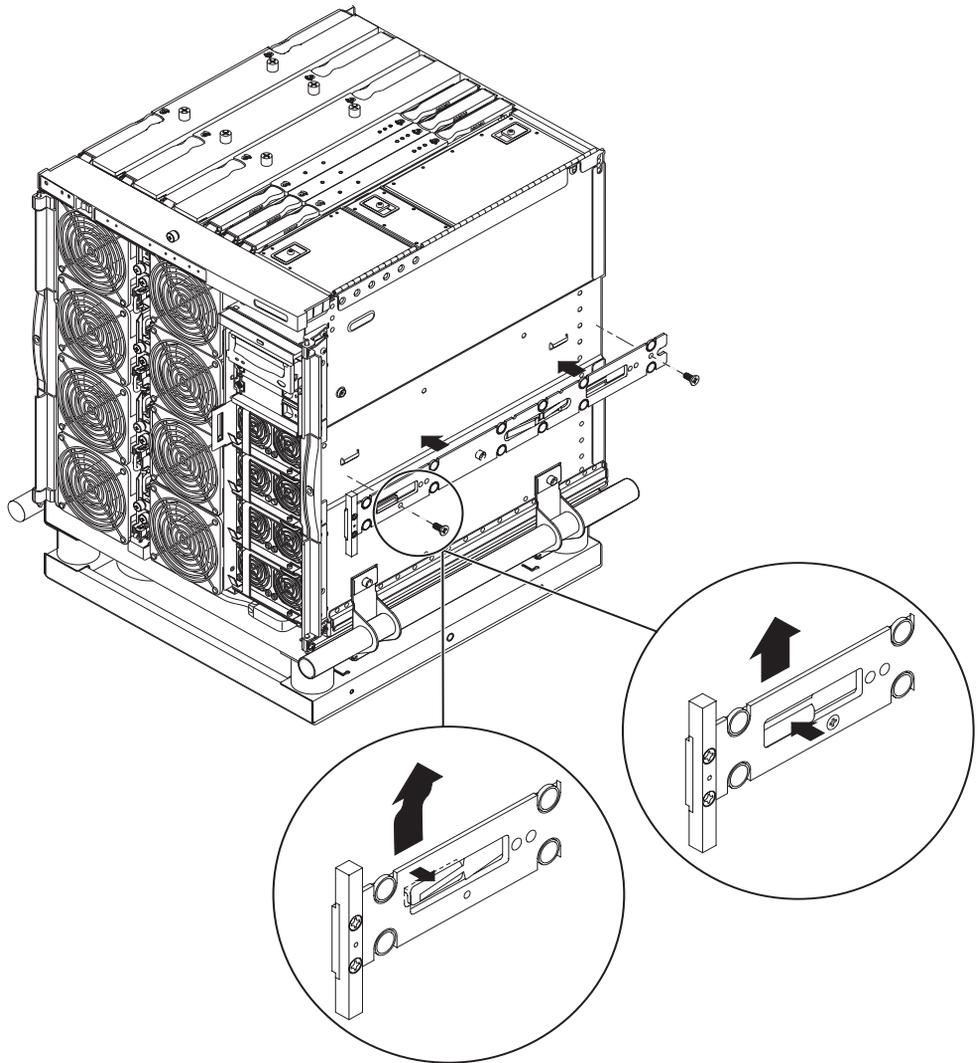

ABBILDUNG 1-3 Federhalterungen und Aussparungen
2. Drücken Sie die innere Schiene nach oben, sodass die Halterungen an der Seite des Systems in die Aussparungen an der Schiene einrasten (ABBILDUNG 1-3).